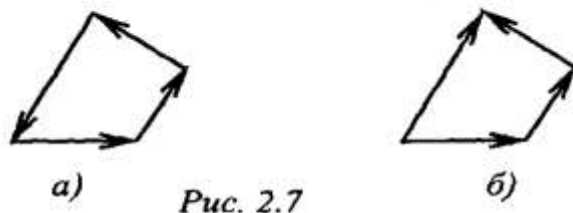

Рис. 2.7
1. По изображенным многоугольникам сил (рис. 2.7) решите, сколько сил входит в каждую систему и какая из них уравновешена. (Обратить внимание на направление векторов.)